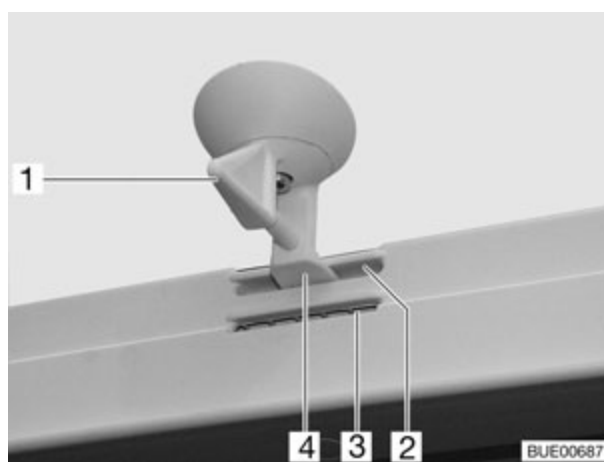
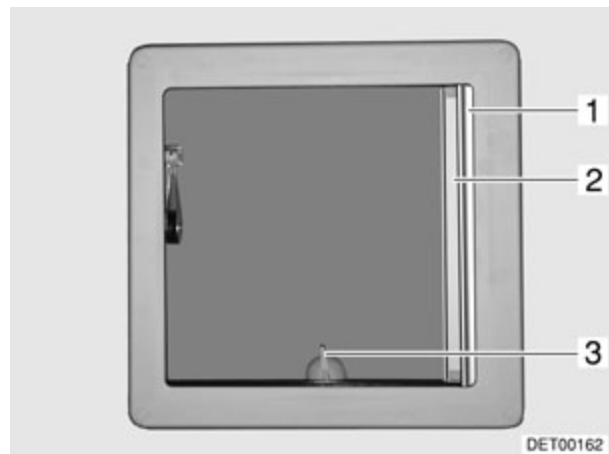

Fig. 41 Lanterneau basculant, dispositif de verrouillage
Fig. 42 Lanterneau basculant
- Tourner le levier (Fig. 41,1 ou Fig. 42,3) d'un quart de tour dans le sens inverse des aiguilles d'une montre et pousser le lanterneau basculant, via le levier, vers le haut.
- Tirer le lanterneau basculant vers le bas avec le levier (Fig. 41,1).
- Tourner le levier d'un quart de tour. Le dispositif de verrouillage (Fig. 41,4) doit pénétrer dans l'ouverture inférieure (Fig. 41,3).
- Tourner le levier d'un quart de tour. Le dispositif de verrouillage (Fig. 41,4) doit pénétrer dans l'ouverture supérieure (Fig. 41,2).
- Tirer le dispositif occultant plissé (Fig. 42,1) dans le sens de la flèche et le relâcher lorsqu'il a atteint la position voulue. Le dispositif occultant plissé reste alors à cette position.
- Tirer la moustiquaire (Fig. 42,2) jusqu'à ce que le dispositif de verrouillage s'enclenche dans la partie opposée.